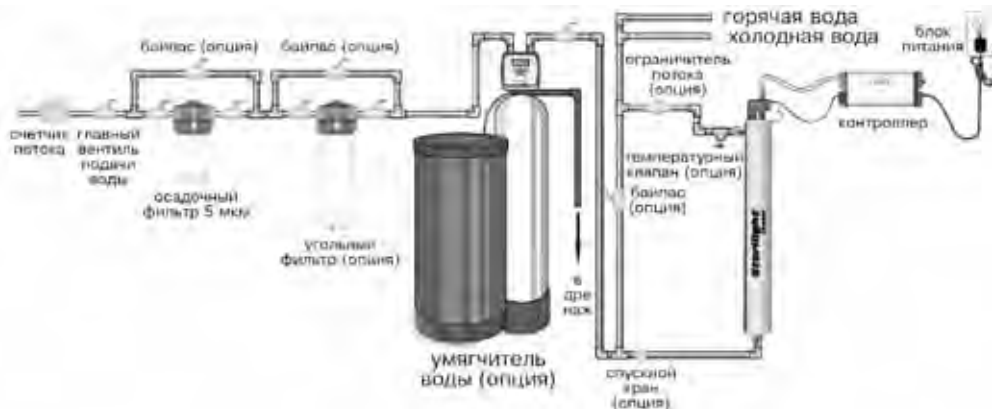

Рис. 1
1. На рис. 1 показана типичная установка системы дезинфекции и дополнительных принадлежностей. Устройство байпасной линии рекомендуется в случае, если система требует отключения при обслуживании.